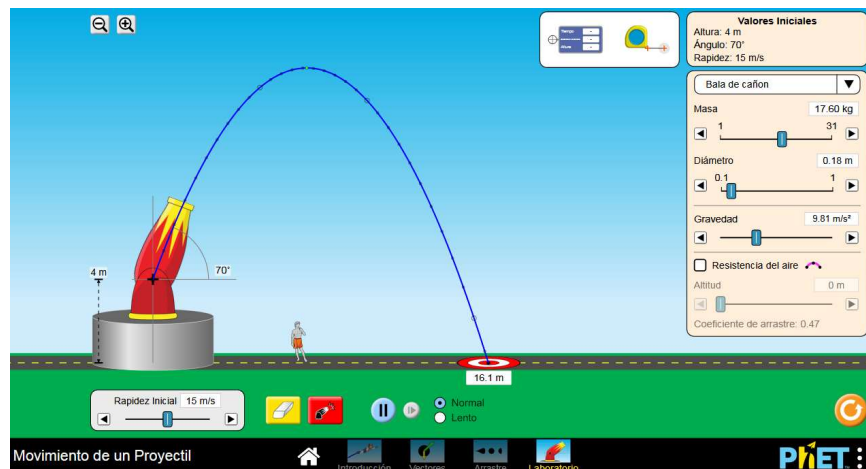

Figura No. 3
9. Con los datos que le indique su profesor, con la altura inicial de disparo diferente a 0, determine analíticamente el punto $(x, 0)$ en el que impactará en el suelo. Registre es valor y posteriormente verifíquelo en el simulador. Ver *Figura No. 3*.